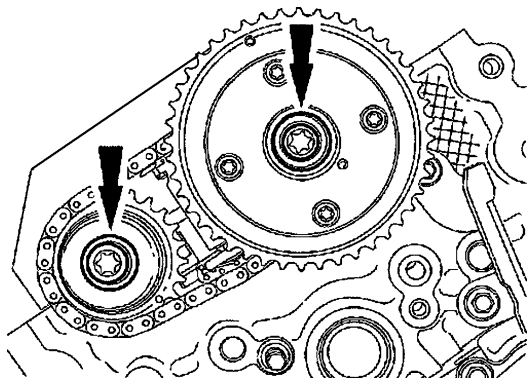

图 15-22 紧固 2 个螺栓
5) 如图 15-22 所示, 换用 2 个新螺栓并分四次紧固: 第一步紧固至 $40\text{N} \cdot \text{m}$, 第二步拧松 1 周, 第三步紧固 $10\text{N} \cdot \text{m}$, 第四步拧紧 90° 。